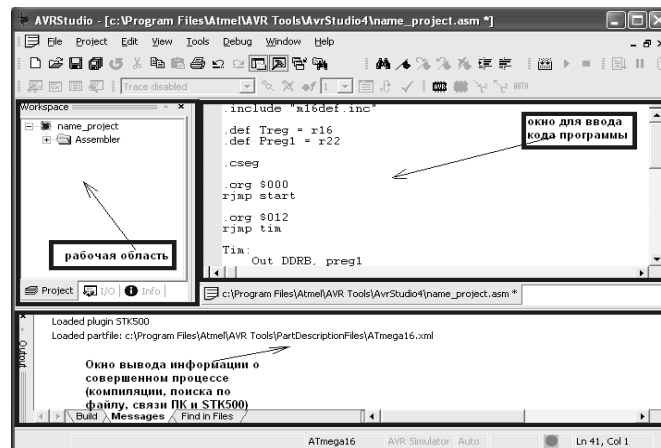

Рисунок 1.25 – Вікно запису програми
5. У вікні редактора ввести код програми (рис. 1.25).